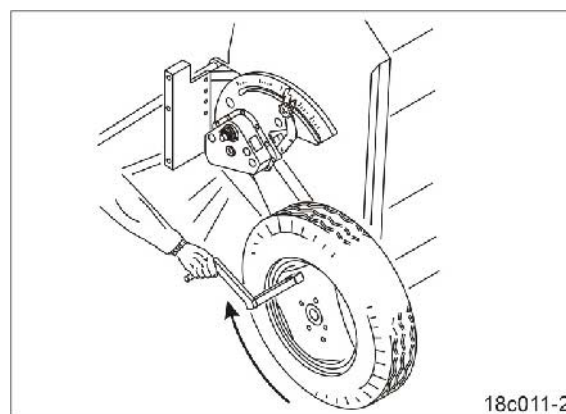

図 127
11. 種子用ハウジングが空になるまで、種子用ハウジング (図 127/1) は精密シードホイールをクランクハンドルで回すことで好きなときに充填してください。